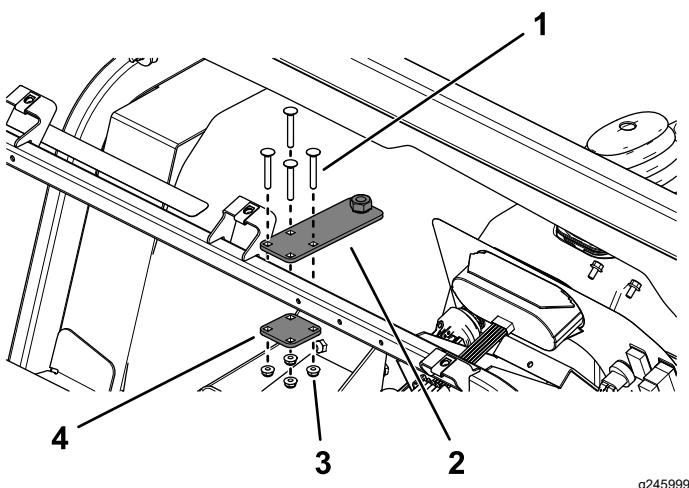

Рисунок 36
- Установите регулировочную пластину и опорную пластину на опорную трубу приборной панели с помощью 4 каретных болтов ($\frac{1}{4} \times 1\frac{3}{4}$ дюйма) и фланцевых гаек ($\frac{1}{4}$ дюйма), как показано на Рисунок 36.